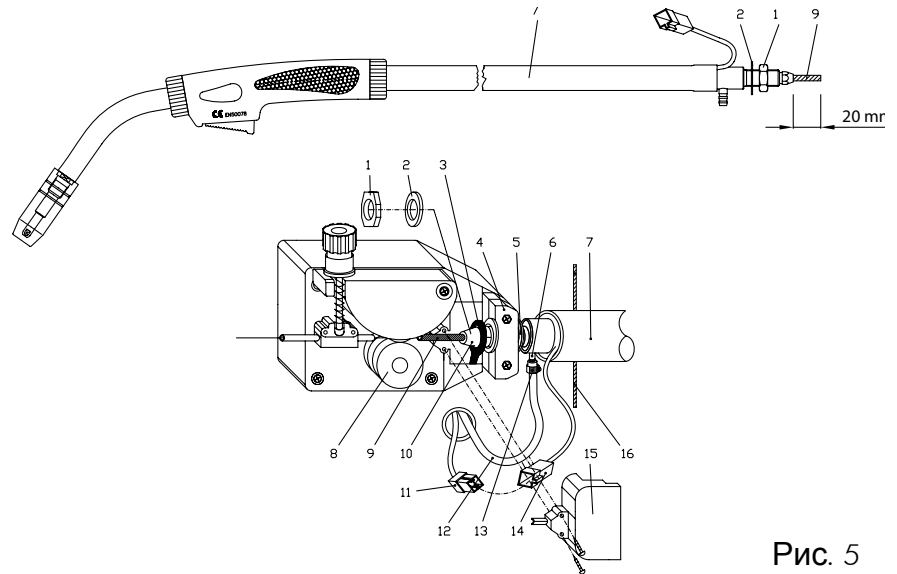

Рис. 5
4.3 ПОДКЛЮЧЕНИЕ ГОРЕЛКИ – ШТЫРЕВОЕ ПОДКЛЮЧЕНИЕ (РИС. 5)
- Перед установкой горелки (7) на полуавтомат отверните гайку (1) и снимите шайбу (2). Затем, измерьте вылет канала от медной гайки (10). Вылет должен составлять 20 мм, и должен быть аккуратно обрезан, чтобы на конце канала не образовались замятины или острые края, которые могли бы препятствовать продвижению сварочной проволоки.
- Аккуратно подайте конец горелки (7) через отверстие в передней панели аппарата, осторожно просуньте разъем (14). Затем, оденьте наконечник кабеля подачи сварочного тока (3) на горелку, оденьте шайбу (2) и заверните гайку (1) до упора.
- Установите пластмассовую крышку (15) на кронштейн крепления горелки (4) и закрепите двумя саморезами.
- Подключите газовый шланг (12) со штуцером горелки (6), и закрепите шланг хомутом (13).